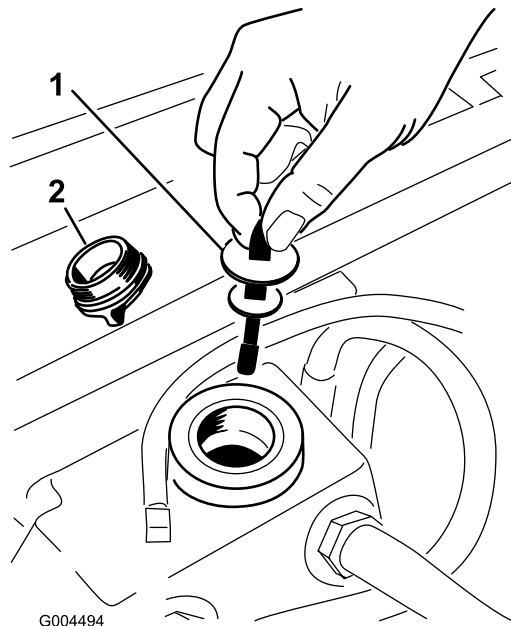

Bild 95
5. Nehmen Sie den Deckel des Hydraulikbehälters vom Einfüllstutzen ab (**Bild 95**).
6. Nehmen Sie den Peilstab heraus und wischen Sie ihn mit einem sauberen Lappen ab (**Bild 95**).
7. Stecken Sie den Peilstab in den Einfüllstutzen und ziehen ihn dann heraus, um den Ölstand zu prüfen (**Bild 95**).